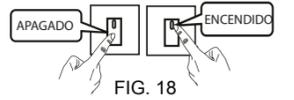

FIG. 18
• Para cancelar el modo de anulación manual, cambie el interruptor de luz a APAGADO y a ENCENDIDO de nuevo entre 0.2 segundos y 1.5 segundos. FIG. 18